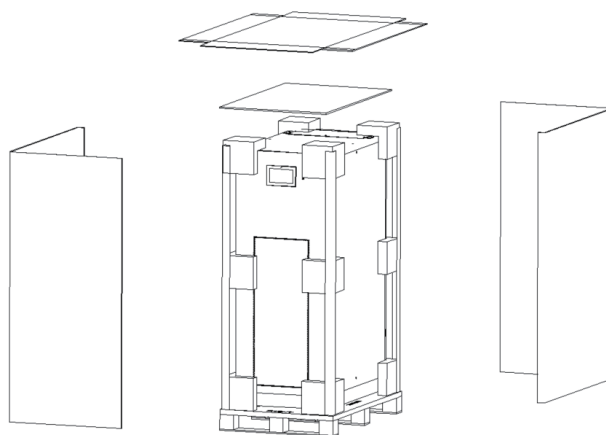

Рисунок 3-4. Разборка ящика
- 3) С помощью шила и молотка снять верхнюю крышку окантованного металлом деревянного ящика, затем снять доковины (см. рис. 3-4).